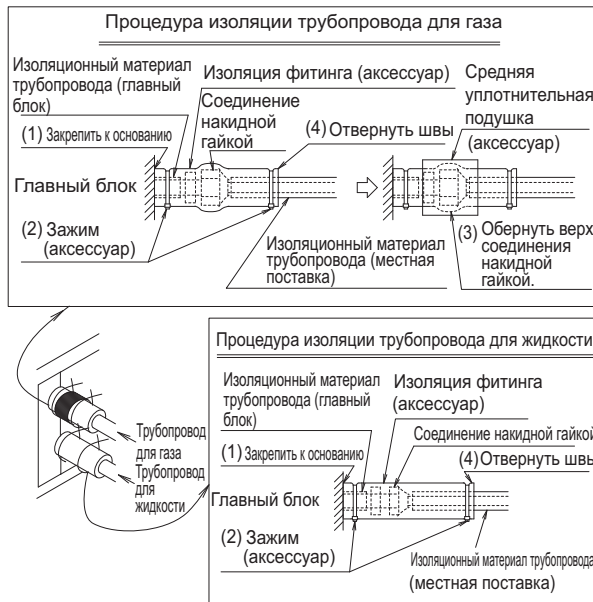

Рис. 13
- После проверки трубного соединения на утечку газа изолируйте трубопроводы для газа и жидкости. (См. Рис. 13)